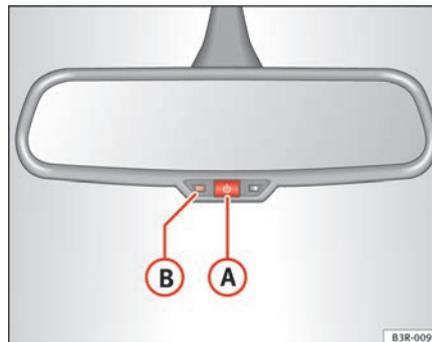

Fig. 102 Rétroviseur intérieur photosensible : témoin et touche de mise en/hors fonction
- Appuyez sur la touche **A** ⇒ page 133, fig. 102. Le témoin **B** s'éteint.
- Appuyez sur la touche **A** ⇒ page 133, fig. 102. Le témoin **B** s'allume.